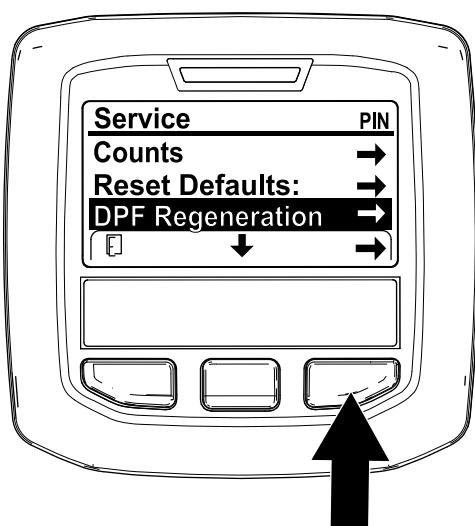

Figure 33
- Ouvrez le menu Entretien, puis appuyez sur le bouton central pour naviguer jusqu'à l'option RÉGÉNÉRATION DU FAP (Figure 33).
- Appuyez sur le bouton droit pour sélectionner l'option Régénération du FAP (Figure 33).